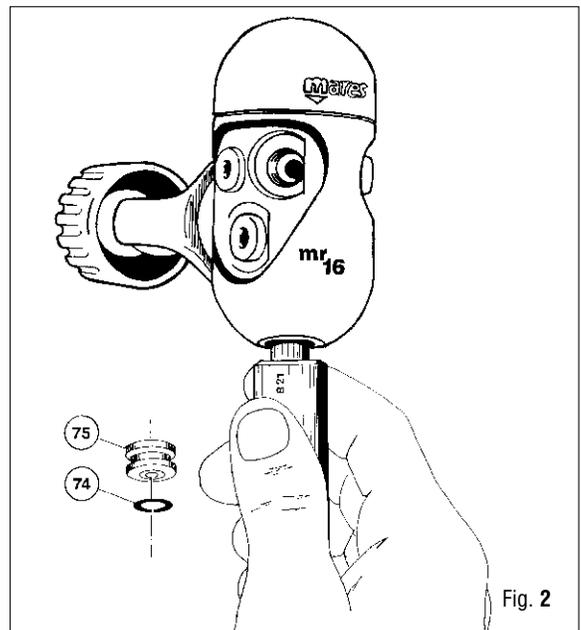

Fig. 2
5. Posicione en el asiento de la válvula de la Primera Etapa (75) la herramienta especial (B-21), ejerciendo sobre ella una ligera presión; introduzca en un orificio de baja presión, aire comprimido (menos 7 bar). (Fig. 2)